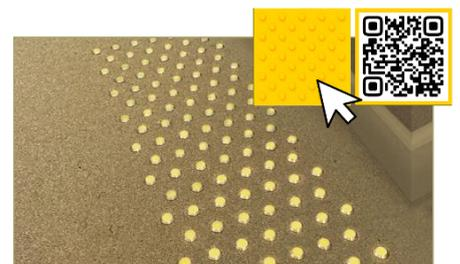

Рисунок 9.3
- **Конусные рифы, расположенные в шахматном порядке**, показывают, что впереди находится **непреодолимое препятствие** и нужно изменить направление движение (рис. 9.3).